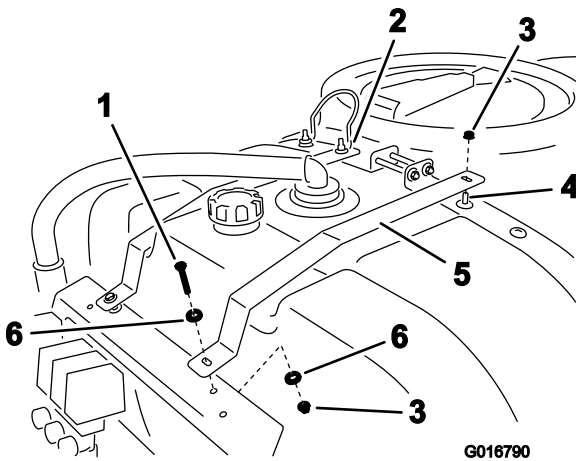

Bild 10
2. Bringen Sie die Spülbehälterriemen mit den vorher entfernten Schrauben am hinteren Behälterriemen an (Bild 10).